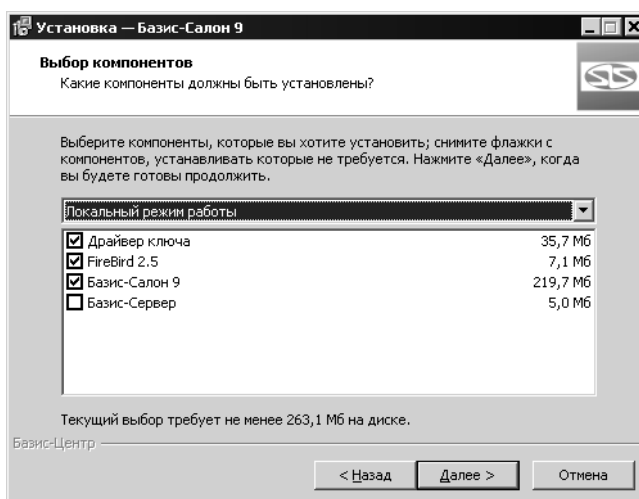

Рис. 1.2.
5. Выберите компоненты, которые должны быть установлены (рис. 1.2).